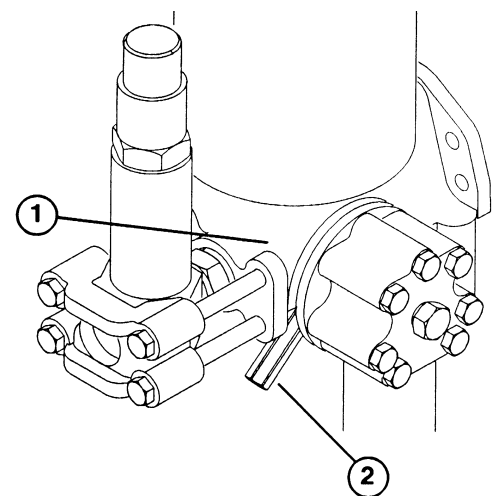

Figure 10
6. Passer la main sous le capot et ouvrir la vanne de purge sur le distributeur principal à l’arrière de la machine (Fig. 10). Purger le système jusqu’à ce que de l’eau s’écoule régulièrement par l’orifice, puis refermer la vanne de purge.